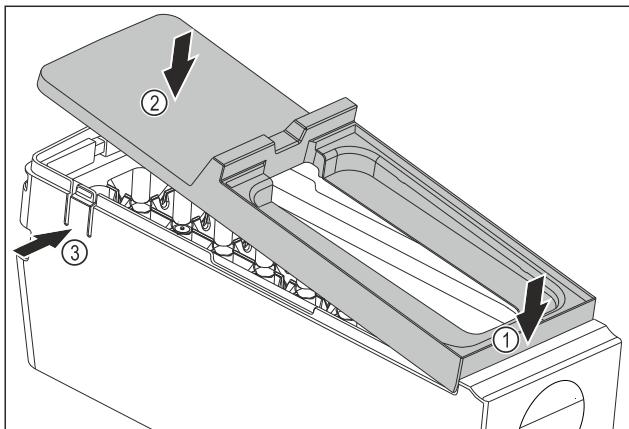

Fig. 109
- Montáž krytu korpusu EasyTwist-Ice: Nasadte kryt na přední stranu. Fig. 109 (1)
- Spusťte kryt vzadu dolů. Fig. 109 (2)
- Kryt slyšitelně zaklapne v obou lamelách Fig. 109 (3).